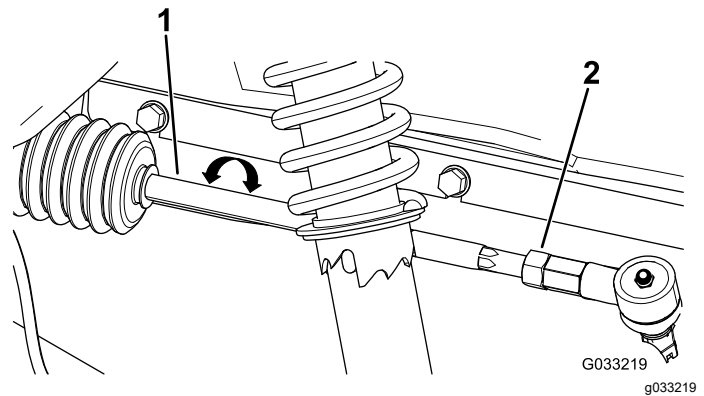

Bild 46
2. Wenn der Wert nicht zwischen 0-6 mm liegt, lösen Sie die Klemmmuttern am äußeren Ende der Spurstangen (Bild 46).